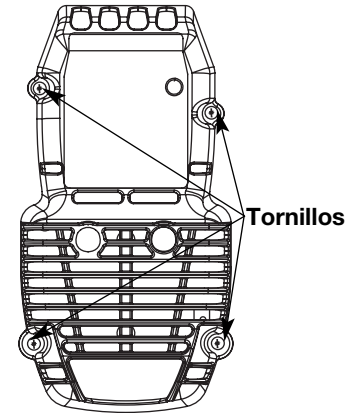

Fig. 12
1. Saque los cuatro (4) tornillos que sostienen la cubierta del silenciador / filtro de aire (Fig. 12). Use un destornillador de vástago plano o de broca Torx N° T20.
2. Inserte los cuatro (4) tornillos en los orificios de la cubierta del silenciador / filtro de aire (Fig. 12) y ajústelos. No los ajuste demasiado.